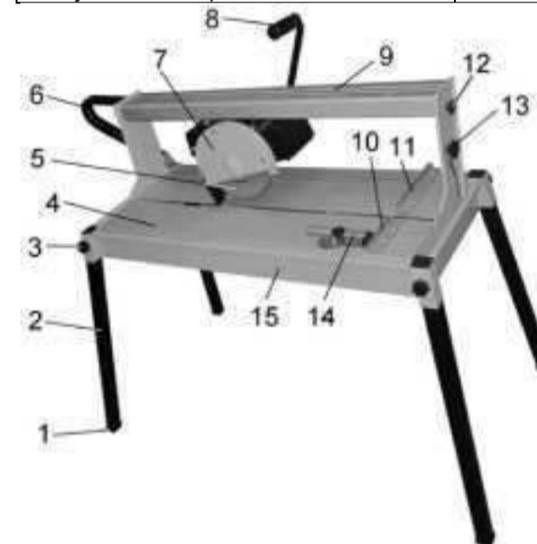

Рис. 2
12.2. Снимите защитный кожух (7), Рис.2,10.
12.4. Установите и зафиксируйте новый отрезной диск (5). Установите и закрепите защитный кожух (7), Рис. 2,10.
## 7. УСТРОЙСТВО (Рис. 2,3,4)
## 8. ТРАНСПОРТНОЕ ПОЛОЖЕНИЕ (Рис. 2÷4)
### 9.2. Сборка плиткореза (Рис.2÷9)
### 10.1. Регулировка угла резания (Рис. 2,4,9)
### 10.2. Регулировка угла наклона резания (Рис. 2,3,4)
### 10.3. Регулировка комбинированного угла резания (Рис. 2,3,9)
### 11.1. Принцип работы (Рис. 2÷4)
### 11.2. Подготовка к работе (Рис. 2÷4)
### 11.3. Выполнение работы (Рис. 2÷4)